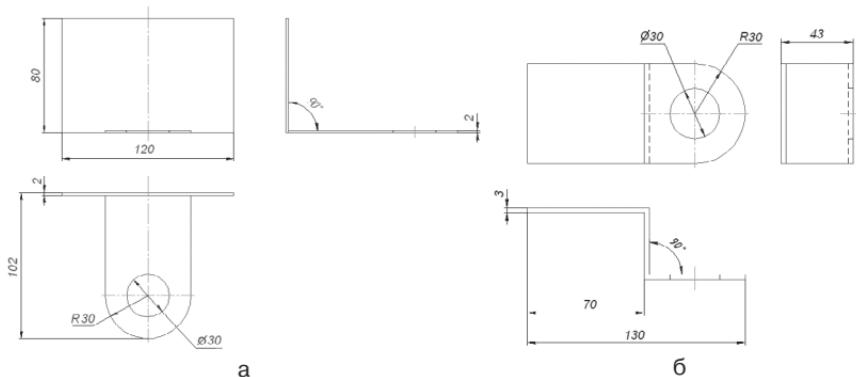

Рис. 422
2. Создайте трехмерную модель детали по чертежу (рис. 422);